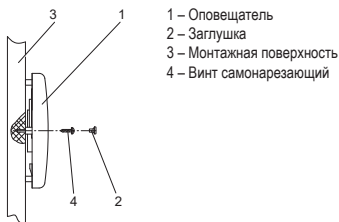

Рисунок 2 – Монтаж накладного оповещателя Т 12 «Выход», Т 24 «Выход», Т 220 «Выход», Т 220-РИП «Выход»
3.2.4 Накладной монтаж оповещателя производить непосредственно на стену с креплением через монтажные отверстия саморезами (рисунок 2).